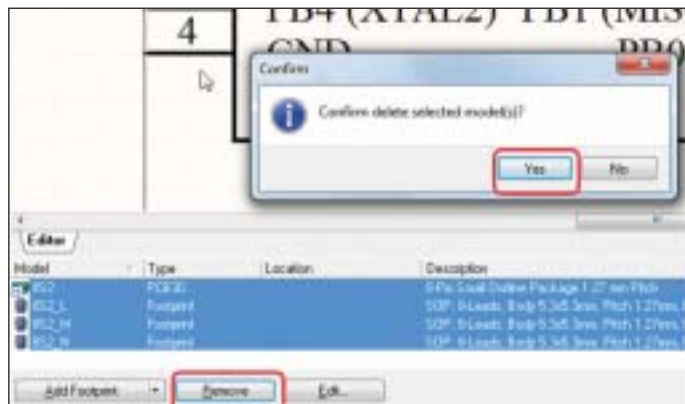

Рис. 25. Удаление моделей
- В окне подключения моделей выберите с помощью клавиши SHIFT ссылки на модели и удалите их кнопкой *Remove* (рис. 25).